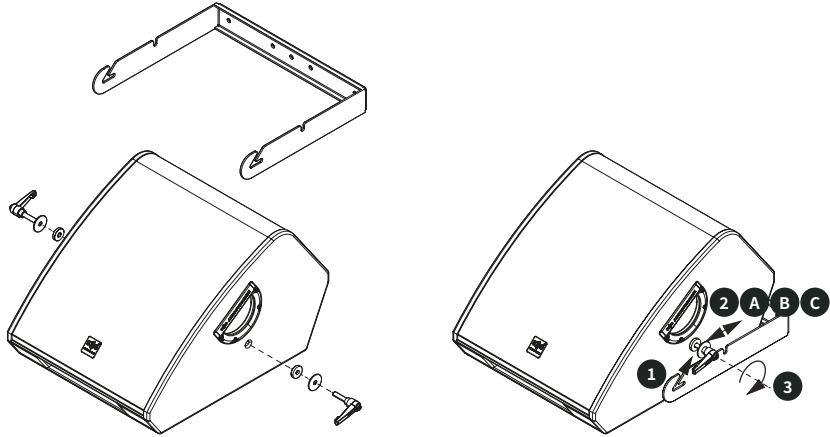

图8. 将SMX 12UB U型架安装到SMX 12A音箱上。注意区分不同应用场景所使用的三个卡槽位置。
11. 使用SMX 12A两侧的把手将音箱抬起, 并将U型架与支撑杆固定, 详见图8